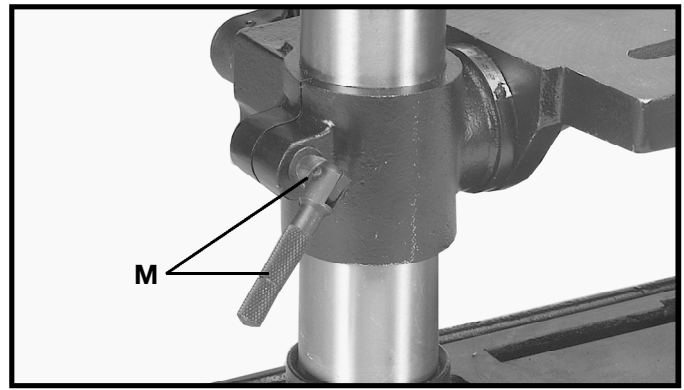

Fig. 12
7. Enrosque la abrazadera de la mesa (M) Fig. 12 dentro del agujero en la parte posterior del soporte de mesa, como se ilustra aquí.